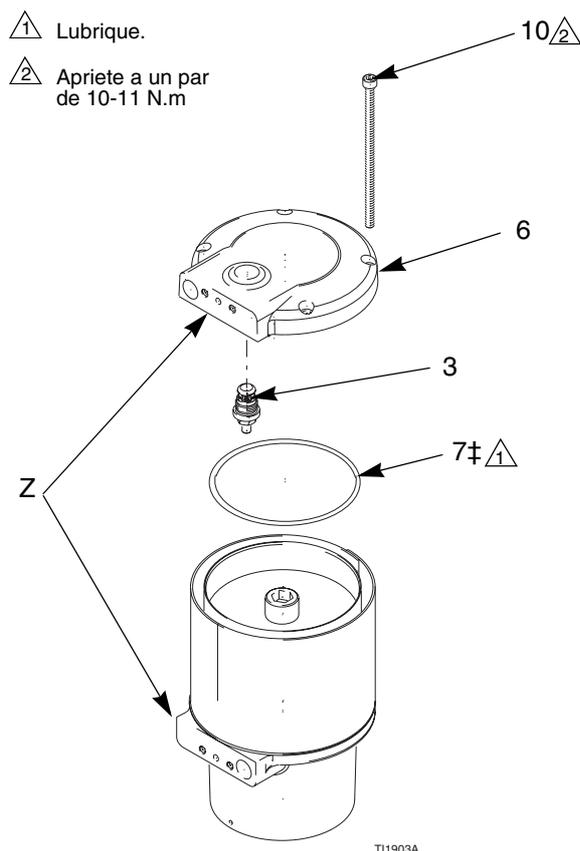

FIG. 8. Tapa superior
3. Retire los tornillos (10). Levante la tapa superior (6) del motor neumático. De vuelta a la tapa y retire la válvula piloto (3). Retire la junta tórica (7). Vea FIG. 8.
5. Instale la junta tórica (7) y la válvula piloto (3) en la superior interior de la tapa superior (6). Lubrique la junta tórica. Instale la tapa superior (6), asegurándose de que el orificio de la válvula de aire (Z) está orientado en la misma dirección que el orificio de la base. Apriete los tornillos (10) a un par de 10–11 N.m. Vea FIG. 8.